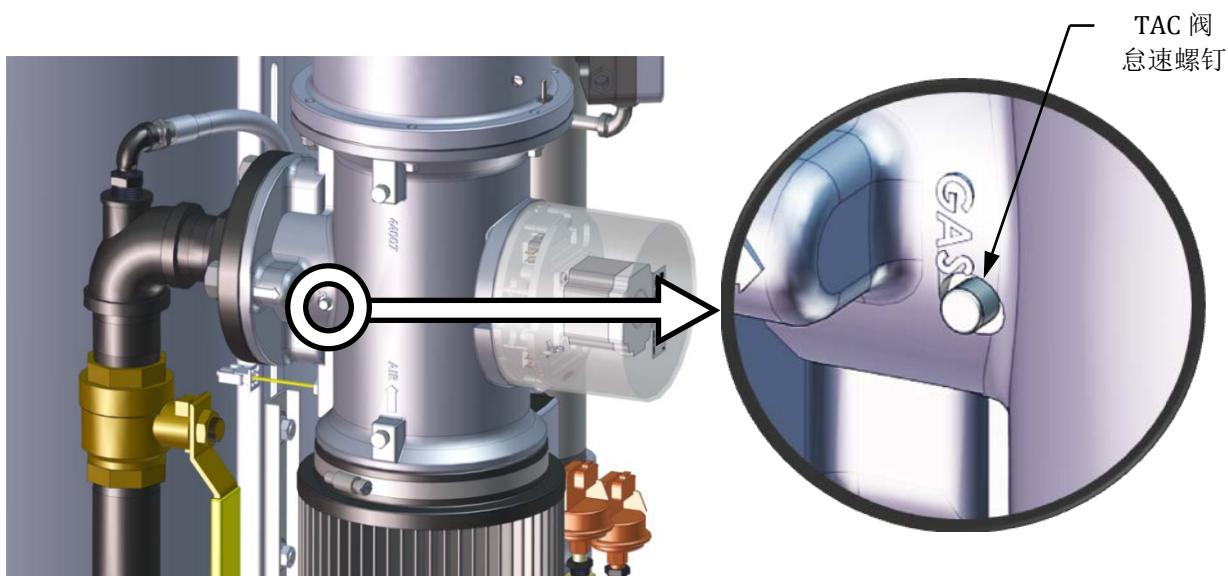

图 4-4: TAC 阀调节 (怠速螺钉)
29. 如果 18% 阀位时的氧气水平过高，并且风机电压为最小值，则可以调节嵌于空气/燃料阀顶部（参见图 4-4）的怠速螺钉（TAC 阀）。顺时针旋转该螺钉 1/2 圈，增加燃料并将 O_2 减至指定的水平。在更改怠速螺钉（TAC 阀）后，必须从 60% 阀位开始至 18% 阀位重新校准。